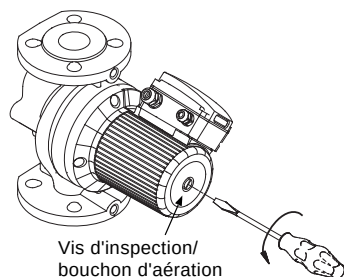

Fig. 12 Retirant le bouchon d'aération
Soyez vigilants lorsque vous desserrez la vis d'aération car le liquide qui peut s'en échapper est possiblement brûlant. Il pourrait en résulter des blessures ou des dommages au composantes de la pompe (voir la fig. 12).
3. Insérez un petit tournevis à lame plate dans la fente située à l'extrémité de l'arbre du moteur (voir la fig. 12). Faites tourner l'arbre avec le tournevis pour vous assurer qu'il tourne librement.